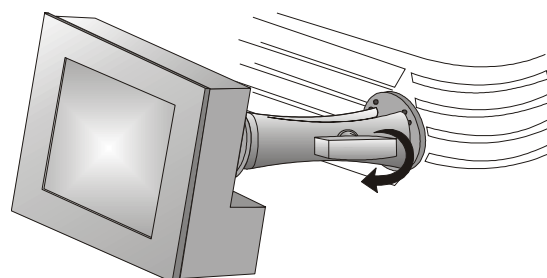

Abbildung 2-8
2. Ziehen Sie den Befestigungsarm an, bis er fest auf dem Gelenksockel sitzt. **Abbildung 2-8.**